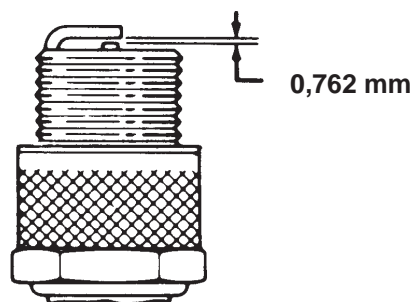

Figure 39
4. Réglez l'écartement entre les électrodes centrale et latérale à 0,762 mm (Fig. 39). La bougie installée doit avoir l'écartement correct et être serrée à 20 Nm.